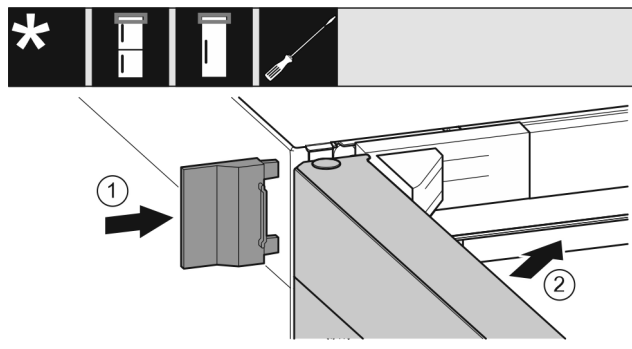

Fig. 23
- ▶ Nasuňte vonkajší kryt. Fig. 23 (1)
- ▶ Zatvorte horné dvere. Fig. 23 (2)